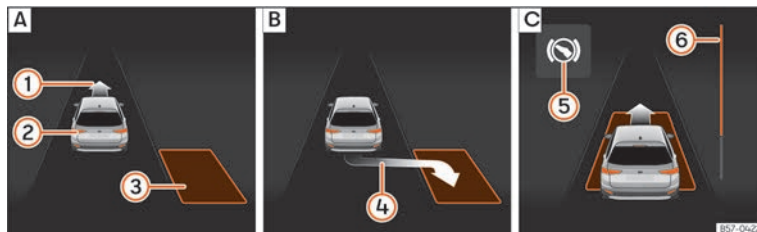
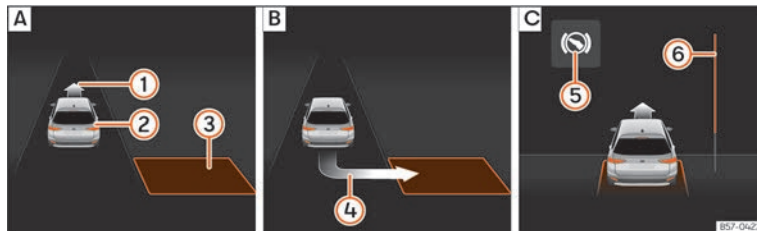

Fig. 141 En la pantalla del del cuadro de instrumentos: aparcar en línea. **[A]**: Buscar un hueco de aparcamiento. **[B]**: Posición para aparcar. **[C]**: Maniobrar.
Fig. 142 En la pantalla del del cuadro de instrumentos: aparcar en batería. **[A]**: Buscar un hueco de aparcamiento. **[B]**: Posición para aparcar. **[C]**: Maniobrar.
posición correcta para aparcar >>> **fig. 141 [B]** o >>> **fig. 142 [B]**. El hueco habrá sido considerado "apropiado" si en la pantalla del cuadro de instrumentos aparece la indicación de aparcar ④.
• Retroceda hasta que suene la señal continua del ParkPilot; **O BIEN:** retroceda hasta que en la pantalla del cuadro de instrumentos aparezca la indicación de dar marcha adelante >>> **fig. 141**  o >>> **fig. 142** ; **O BIEN:** retroceda hasta que en la pantalla del cuadro de instrumentos aparezca el mensaje **Park Assist finalizado**. La barra de progreso  indica la distancia que hay que recorrer.
• Dé marcha adelante hasta que suene la señal continua del ParkPilot; **O BIEN:** dé marcha adelante hasta que en la pantalla del cuadro de instrumentos aparezca la indicación de dar marcha atrás. El sistema de aparcamiento asistido dirige el vehículo marcha adelante y marcha atrás hasta centrarlo en el hueco >>> **fig. 141**  o >>> **fig. 142** .
La barra de progreso >>> **fig. 141**  y >>> **fig. 142**  muestra simbólicamente en la pantalla del cuadro de instrumentos la distancia relativa que aún queda por recorrer. Cuanto mayor es la distancia, más llena está la barra de progreso. Al circular marcha adelante, el contenido de la barra de progreso disminuye hacia arriba, y al circular marcha atrás, disminuye hacia abajo.